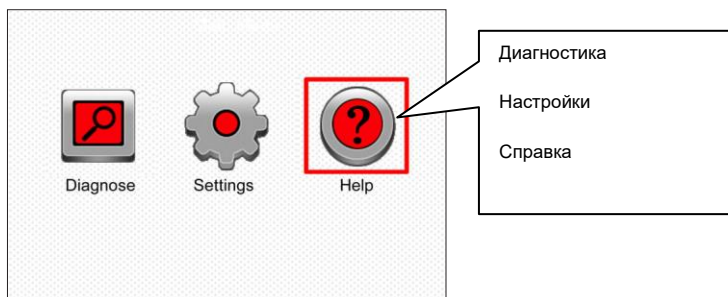

Рис. 7-4
6. После включения питания сканера выберите пиктограмму Help (справка) и нажмите кнопку [OK] (рис. 7-4)